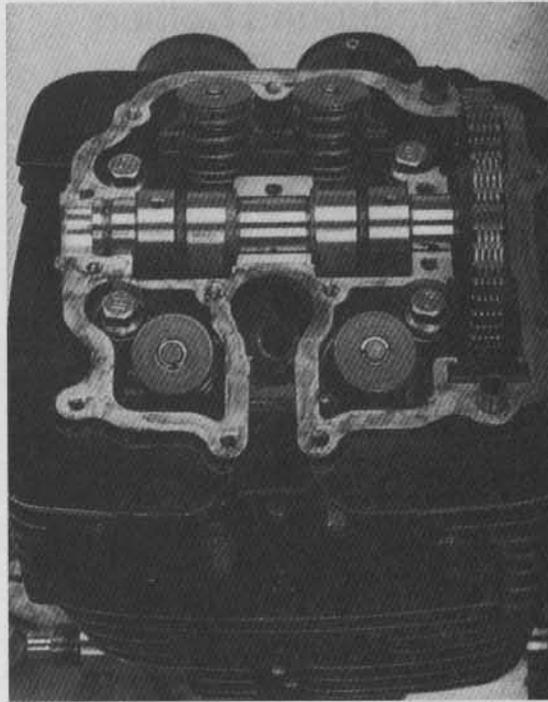

Bild 146
- Sämtliche Lagerstellen mit MoS₂-Fett versehen und zwei Passhülsen einsetzen (Bild 146). Dichtfläche samt Drehzahlmesser-Blindstopfen mit dünnem Dichtmassefilm versehen und Dekel aufsetzen. Befestigungsschrauben in Bild 140 schrittweise über Kreuz anziehen.